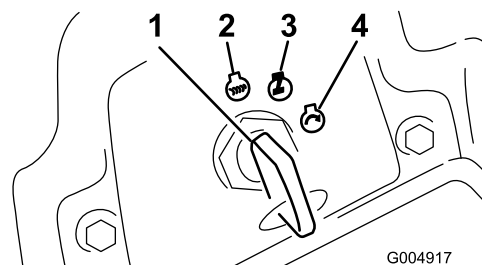

Figure 44
6. Tournez la clé dans le sens horaire en position de marche (Figure 44).
4. Tournez la clé de contact à la position contact coupé (Figure 44). Attendez l'arrêt de toutes les pièces en mouvement avant de quitter la position de conduite.